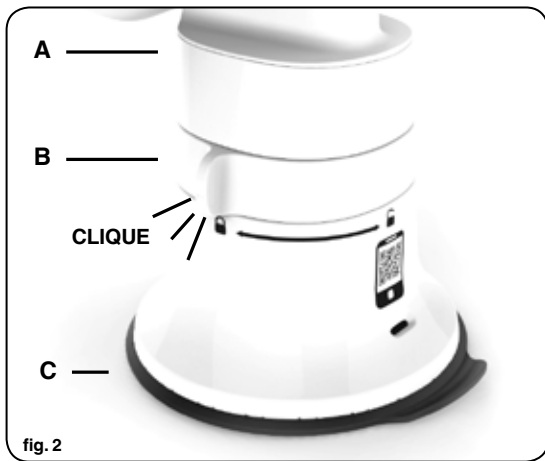

fig. 2
3. Para unir o pé ao balcão e bloquear a parte superior ao pé de sucção, gire o anel (B) para a sua posição bloqueada , até acontecer um clique. Certifique-se que todas as peças estão bloqueadas em conjunto (fig. 2).